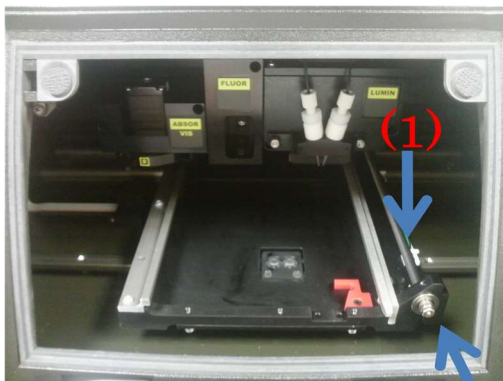

図 3
- 3.) 図 3 の位置までトレイを移動させてください。そのあと、(1) のねじ切り棒を**手で**右側（反時計周り）にまわして、トレイを手前に移動させます。トレイカバーが挟まっている状態なので、ねじ切り棒を回すのに結構力が必要な場合もあります。